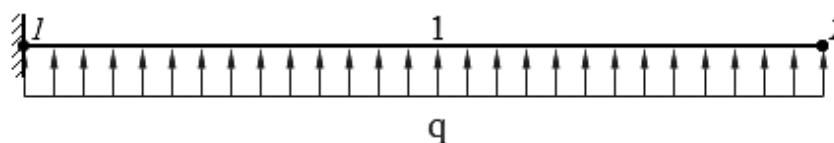

Рис. 7.2 – Схема балки к заданию 1
1. Дана балка с опорой в виде жесткой заделки (см. рис. 7.2). К балке приложена равномерно-распределенная нагрузка q , кН/м. Значение нагрузки задано по вариантам. Длина балки l_{12} , м. Определить числовые значения реакций, возникающих в жесткой заделке. Построить эпюры внутренних силовых факторов – поперечной силы и изгибающего момента.
3. Какой вид будут иметь эпюры поперечных сил и изгибающих моментов при решении задачи по рис. 7.2?